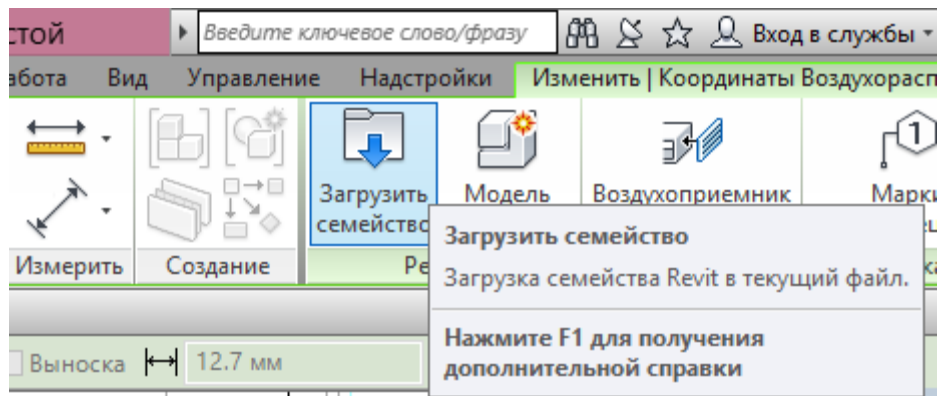

Рисунок 5.8. Загрузка семейства воздухораспределителя
4.2. В панели инструментов выбрать «Загрузить семейство» (рис. 5.8).